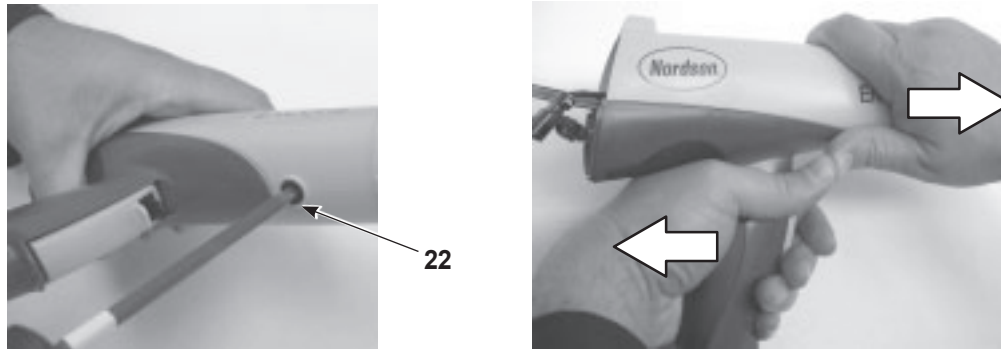

Abbildung 6-2 Applikatorgehäuse vom Griff trennen
4. Siehe Abbildung 6-2. Die schwarze Nygonschraube (22) vom Applikatorgehäuse abnehmen.